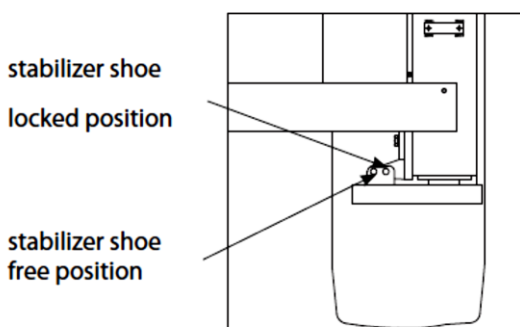

Figura 4-5
- 4) Retraia os estabilizadores completamente e instale as cavilhas de segurança. (figura-4.5).